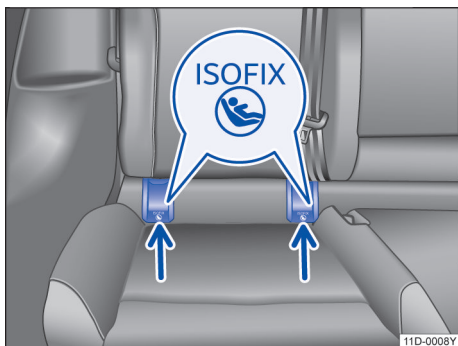

图 33 后排长条座椅的座位上的儿童座椅标准固定点的标记
- 拆下固定点护罩→ 图 33。
- 沿箭头方向将儿童座椅插入固定环→ 图 33。直至听到儿童座椅的啮合声。
- 将儿童座椅置于汽车坐垫上，然后将连接带的挂钩挂到固定环上→ 图 33。
第二排座椅配有两个 ISOFIX 固定环，与车身相连 → 图 33。